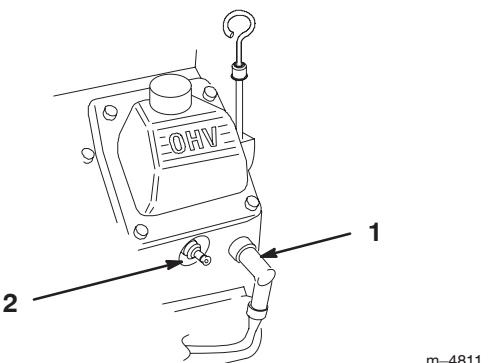

Figure 42
3. Débranchez les fils des bougies (Fig. 42). Nettoyez la surface autour des bougies pour éviter que des impuretés n'endommagent le moteur en tombant à l'intérieur.
- Connectez les fils aux bougies (Fig. 42).